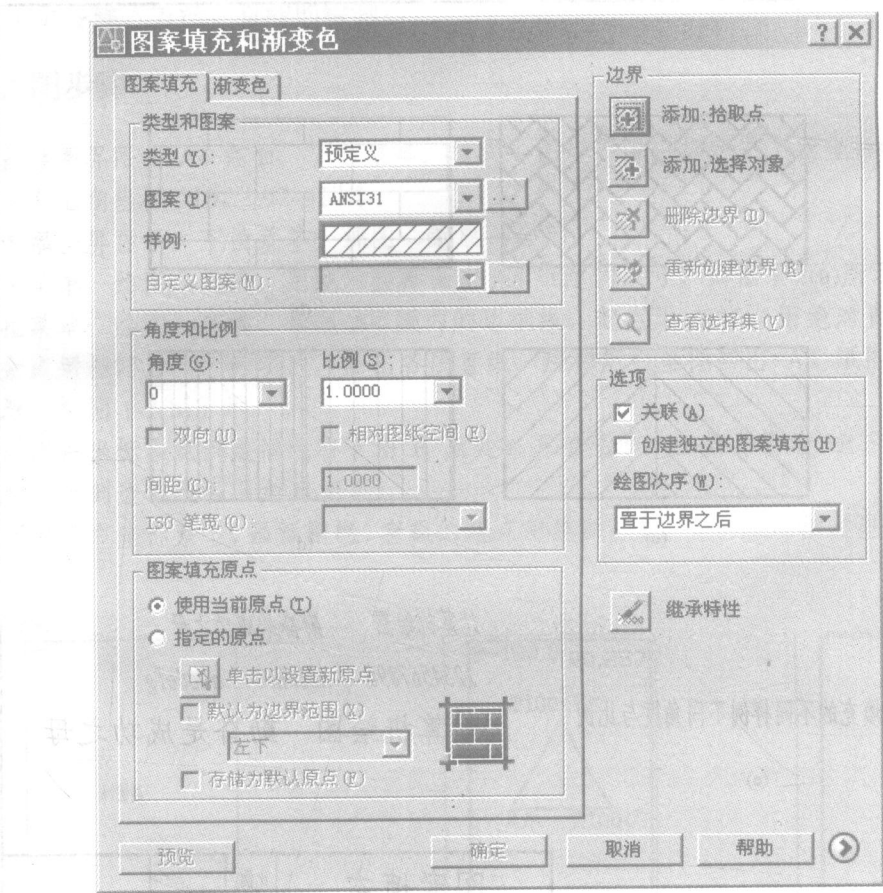

图 1-4 “图案填充和渐变色”对话框
- 2. 下拉菜单：绘图→图案填充(出现“图案填充和渐变色”对话框，如图 1-4 所示)→在“图案填充”选项卡下，将光标移至样例框中，单击左键(出现“填充图案选项板”对话框)→在该对话框的各选项卡下的图案中选择其一→确定(再次显示“图案填充和渐变色”对话框)→单击拾取点→在要填充的区域内单击左键→回车(再次显示“图案填充和渐变色”对话框)→确定。